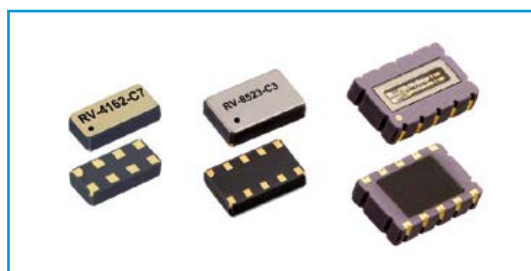

Figure 2.
*Micro Crystal* propose des modules avec interface I2C ou SPI à haut débit. Trois modèles de boîtier (**fig 2**) : C2 pour le plus grand : 5,0 x 3,2 x 1,2 mm, avec hublot. Le format moyen (C3) fait 3,7 x 2,5 x 0,9 mm. Quant au format C7 (3,2 x 1,5 x 0,8 mm), personne ne fait de RTC plus petite que ça. Certains modules existent en différents formats de boîtier.